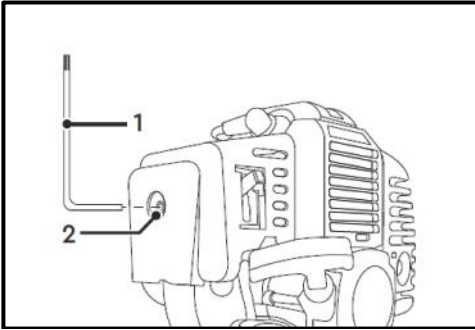

Рис. 54
- Відгвинтіть ключем (1) (4 мм) гвинт (2) фіксації кришки повітряного фільтра (Рис. 54);
- Загвинтіть ключем (1) (4 мм) гвинт (2) фіксації кришки повітряного фільтра (Рис. 54).